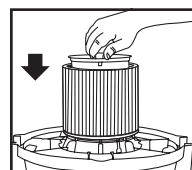

FIGURE 16
21. Placez le porte-filtre dans la partie supérieure de la cartouche filtrante. **FIGURE 16.**